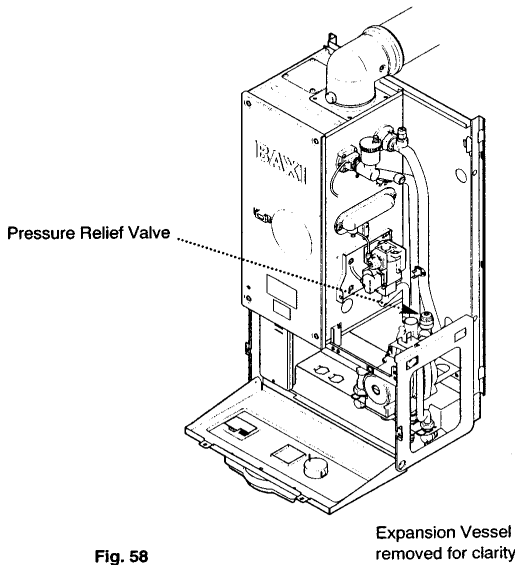

Fig. 58
13.12 Pressure Relief Valve (Fig. 58)